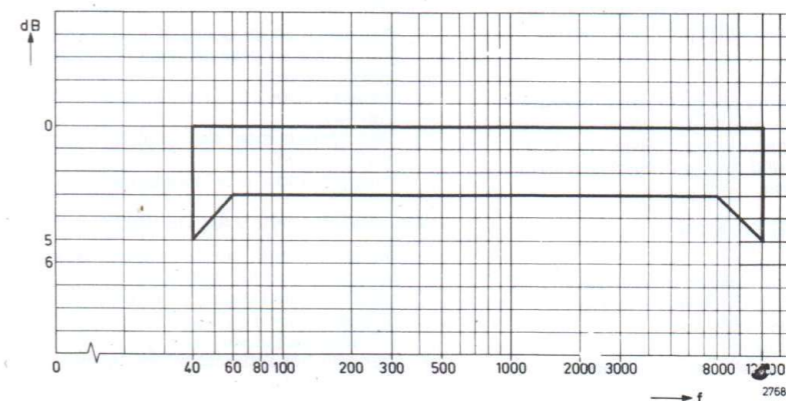

Fig. 15
V. INSTELLING VAN DE 19- EN 38 kHz ONDERDRUKKING (Fig. 15 en 17)
LIST OF ELECTRICAL PARTS (Fig. 15)